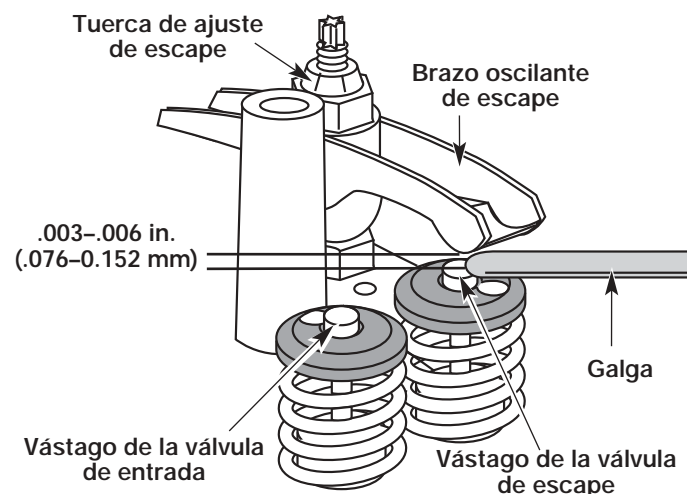

Fig. 67
- a. Gire la tuerca de ajuste con una llave de 5/16 pulgadas (8 mm) o una guía de tuercas (Fig. 67).